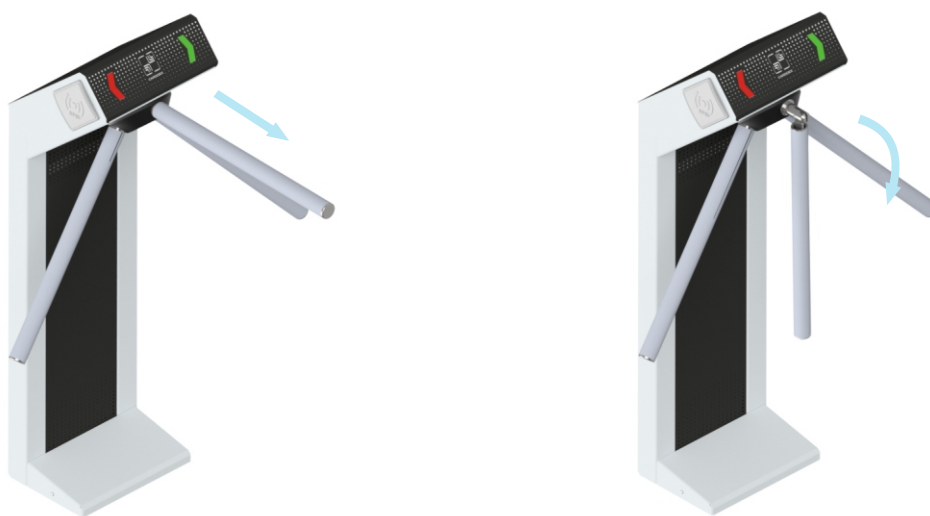

Рисунок 12 – Принцип работы планок «Антипаника»
- 5 Если вы установили планки типа «Антипаника», проверьте работу их механизма разблокировки (рисунок 12).